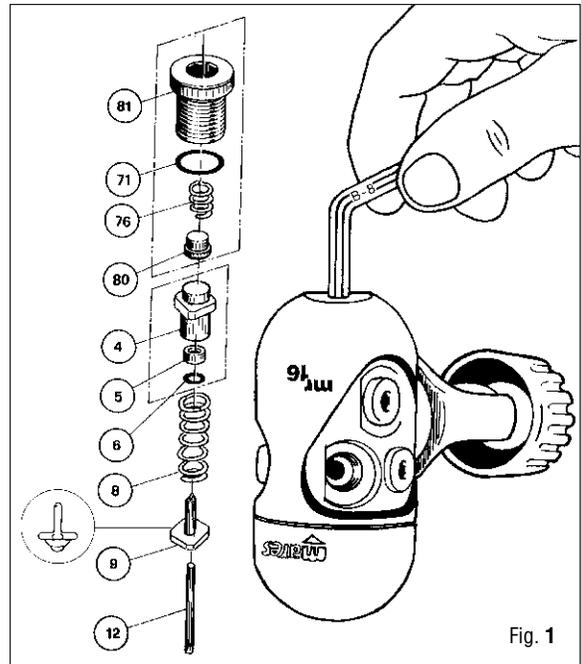

Fig. 1
2. Quite del tapón de cierre, el O R (71), el cabezal de tracción (80) y el muelle (76).
3. Extraiga la cámara HP completa (4-5-6), el muelle (8), la válvula de la Primera Etapa (9) y el vástago (12) del cuerpo de la Primera Etapa. (Fig. 1)
4. Quite el OR (6) de la cámara HP.